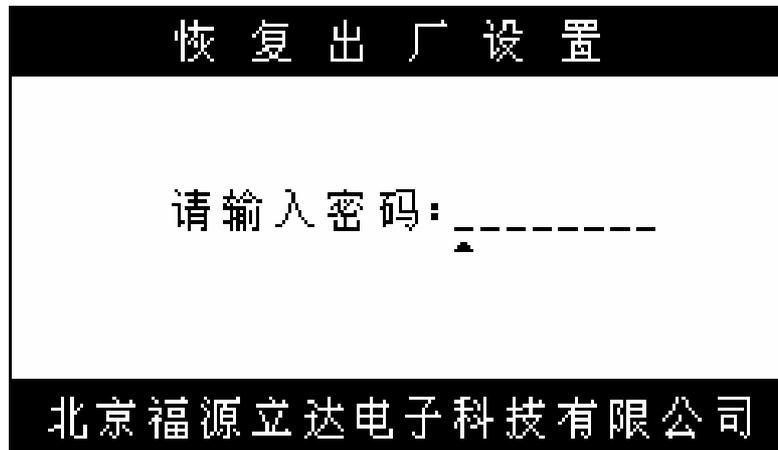

图 16 恢复出厂设置
2. 系统进入“恢复出厂设置请输入密码”界面（见图 16），在此界面下，操作“向左”和“向右”键，可以移动光标选择要修改的数位，操作“向上”和“向下”键可以改变光标所选位数值的大小，将密码设为“22222222”按“确认”键确认。